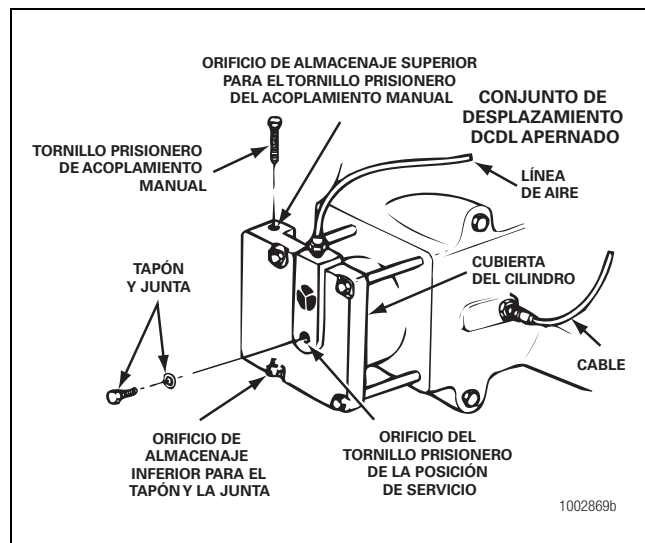
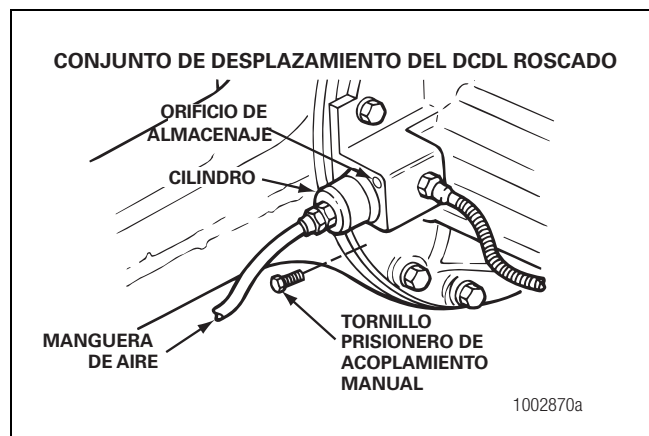

Figura 6.19
Figura 6.21
1. Instale la arandela y el tapón en el orificio para el interruptor del sensor. Apriete el tapón con una torsión de 45 a 55 lbs-pie (60-74 N•m). Figura 6.19.
9. Instale el tornillo prisionero de acoplamiento manual en el orificio de almacenaje del DCDL que está en el conjunto roscado o apernado del DCDL. Figura 6.19 y Figura 6.21. La junta de sellado debe estar debajo de la cabeza del tornillo prisionero.
Instale el tapón corto y la junta en el orificio de la posición de servicio en el centro del DCDL. Figura 6.19.
- B. En conjuntos de desplazamiento del DCDL roscados, instale el tornillo o tapón corto en el orificio de almacenaje ubicado en la parte superior del conjunto de desplazamiento del DCDL roscado. Figura 6.21.